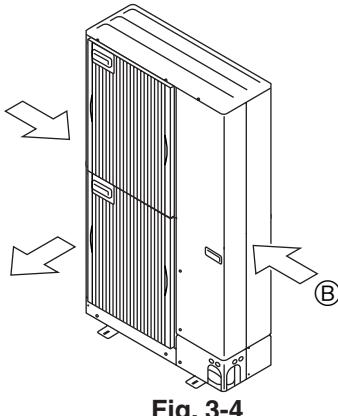

Fig. 3-4
- Placera om det går enheten så att luftutblåsetet blåser vinkelrätt mot den säsongsbetingade vindriktningen. (Fig. 3-4)